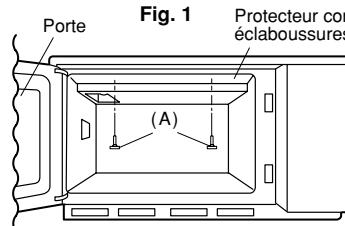

Fig. 1 Protecteur contre les éclaboussures
1. Retirez les deux vis moletées (A), comme le montre la figure 1.
2. Assurez le maintien du protecteur au moyen des deux vis moletées (A), comme le montre la figure 1.